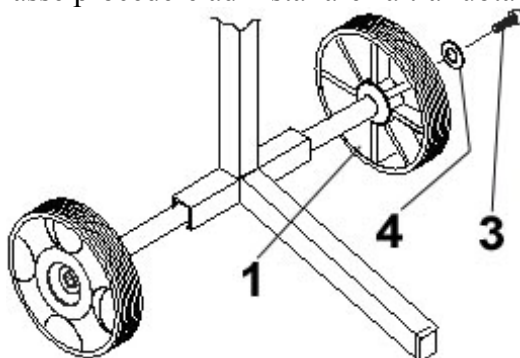

Fig. 16
- 5 Una volta fissato l'asse procedere ad installare l'altra ruota (fig.16).